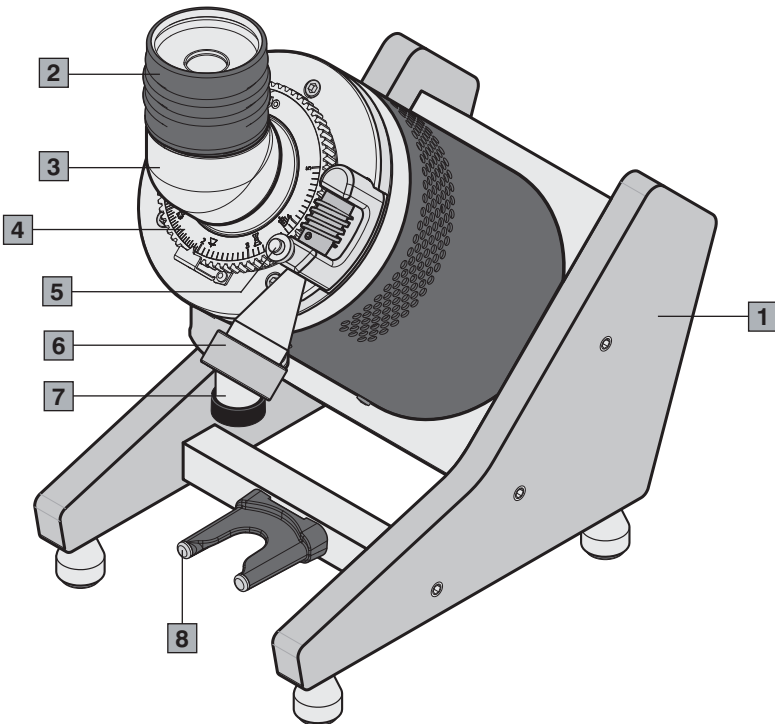
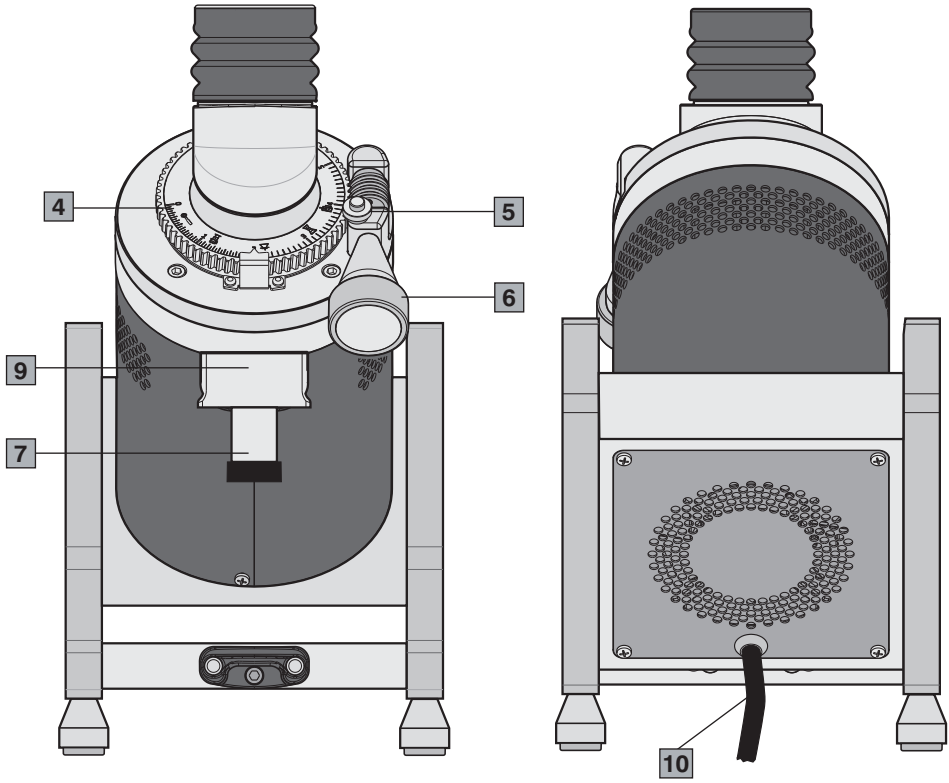
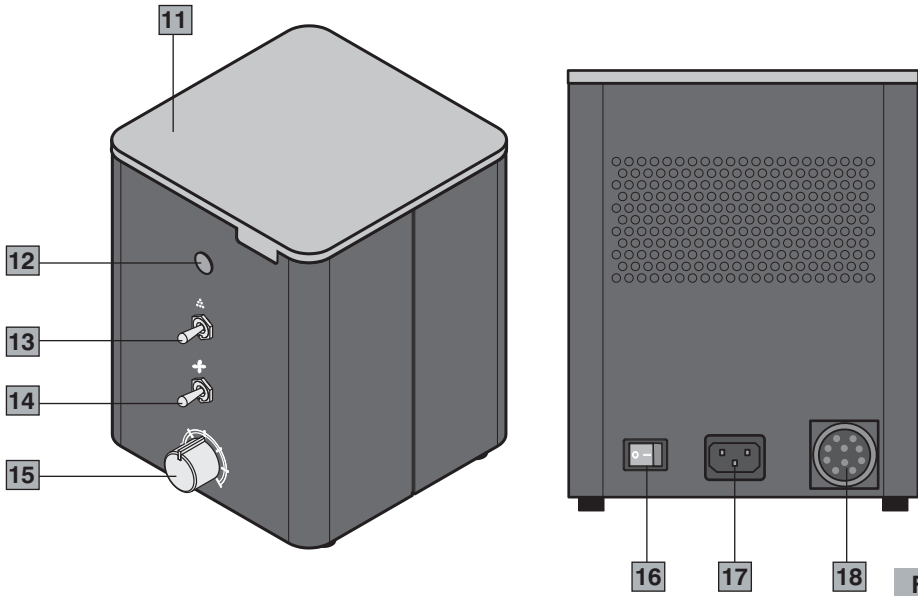

Fig. 1
Fig. 2
Fig. 3
Der Motor ist blockiert.	<ul style="list-style-type: none"> • Wenn sich aufgrund einer falschen Mahleinstellung bzw. bei Anwesenheit eines Fremdkörpers in den Mahlscheiben der Motor blockieren sollte, muss die Korngröße bis aufs Maximum erweitert werden, indem der entsprechende Einstellring zum Mahlen im Uhrzeigersinn betätigt wird (4 Abb. 1). <p>Andernfalls muss das Gerät ausgeschaltet, der Stecker von der Steckdose entfernt und ein technisch ausgebildetes Personal zu Rate gezogen werden.</p>
Componentes principales (Fig. 1, Fig. 2, Fig. 3)
4. Conectar el cable de conexión con la unidad de control 10, Fig. 2 con el conector 18, Fig. 3.
5. Conectar el cable de alimentación a la toma 17, Fig. 3.
Antes de conectar el enchufe a la toma de corriente, controlar que el interruptor ON-OFF (16 Fig. 3) esté en posición "O" de apagado.
- 1** Colocar el interruptor ON-OFF en la posición "1" (16 Fig. 3).
- 2** Encender el motor con el interruptor de arranque/parada (13 Fig. 3).
- 3** Regular la velocidad de rotación del motor con la perilla de regulación (15 Fig. 3).
- 4** Colocar la copa porta-filtro sobre la horquilla (8 Fig. 1). Si se desea echar el café en otro recipiente, quitar la horquilla tirando con dos manos hacia el exterior (la horquilla se mantiene en posición mediante un imán) y colocar el recipiente.
- 6** Echar la cantidad deseada de café en grano en la embocadura del fuelle (2 Fig. 1).
- 7** Cuando el café en grano esté completamente molido, golpear el fuelle (2 Fig. 1) con la palma de la mano, asegurándose de cubrir completamente la embocadura. Para dejar caer completamente todo el café molido, tire hacia abajo y suelte 2 o 3 veces el sistema para vaciar la boca de descarga (9 Fig. 2).
- 8** Detener el motor con el interruptor de arranque/parada (13 Fig. 3).
Otra corrección del grado de molido se puede efectuar girando la perilla de regulación del molido (6 Fig. 1) (véase Fig. 4).
- Es posible acelerar las operaciones de regulación girando directamente el anillo dentado de regulación del molido (4 Fig. 1) (véase Fig. 5 - 1, 2, 3), tras haberla desbloqueada previamente girando y presionando el botón de desbloqueo (5 Fig. 1) y alejando el bloqueo de regulación.
La **velocidad de rotación** del motor se regula en función de la calidad y del tipo de café a moler. Para regular la velocidad de molido del café en grano, mover la perilla de regulación de la velocidad de rotación del motor (15 Fig. 3) aumentándola (sentido horario) o disminuyéndola (sentido antihorario).